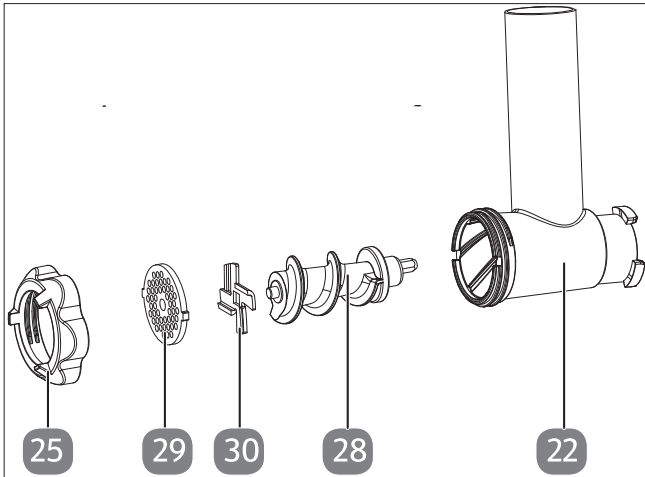

Abb. 17 – Zubehöreile für das Wolfen
1. Setzen Sie das Kreuzmesser mit der scharfen Kante nach außen zur Achse auf die Förderschnecke und dann die Lochmesserschleife in der Reihenfolge wie abgebildet zusammen (siehe Abb. 17).